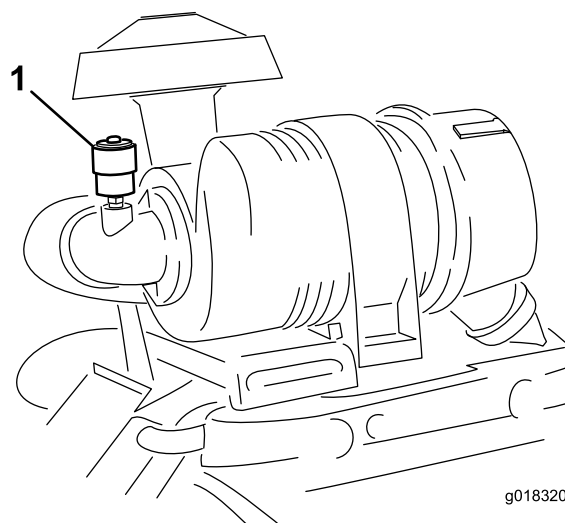

Figura 44
Effettuate la manutenzione del filtro dell'aria solo quando la spia (Figura 44) lo richiede. Sostituendo il filtro dell'aria prima del necessario si aumenta il rischio che la morchia penetri nel motore quando si toglie il filtro.
- Se la spia (Figura 44) è rossa, resettatela.